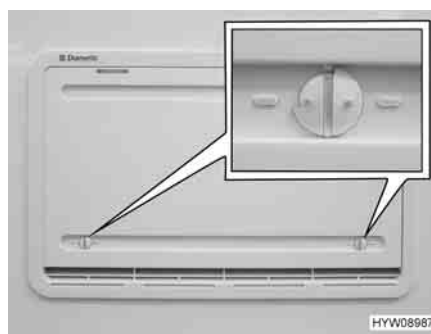

Fig. 144 Copertura invernale
Le coperture invernali (Fig. 144) proteggono il gruppo frigorifero dall'aria fredda. Posizionare le coperture invernali davanti a entrambe le griglie di aerazione quando la temperatura esterna scende al di sotto di +10 °C (sia per funzionamento elettrico che a gas).
- Aprire entrambi i bloccaggi (Fig. 144), la scanalatura risulterà orizzontale.